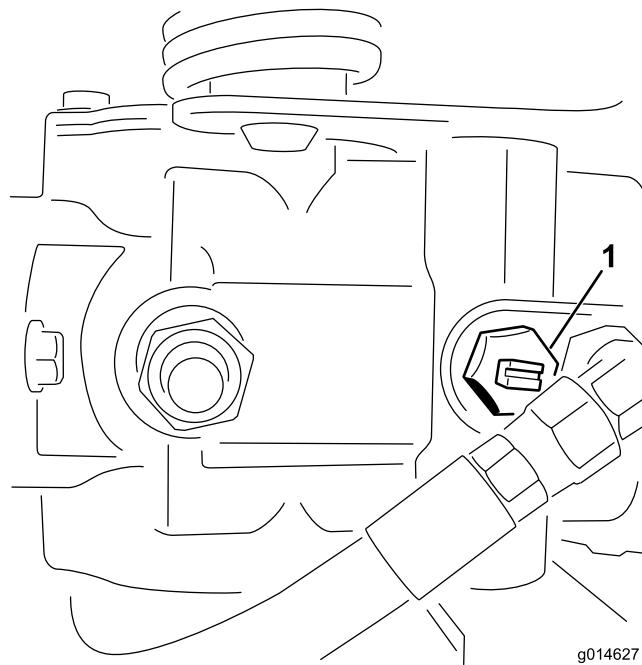

Figura 40
- Localize a válvula de derivação na bomba e rode-a de forma a que a ranhura fique na vertical (Figura 40).
- Antes de ligar o motor, feche a válvula de derivação rodando-a de forma a que a ranhura fique na horizontal (Figura 40). Não ligue o motor quando a válvula se encontrar aberta.